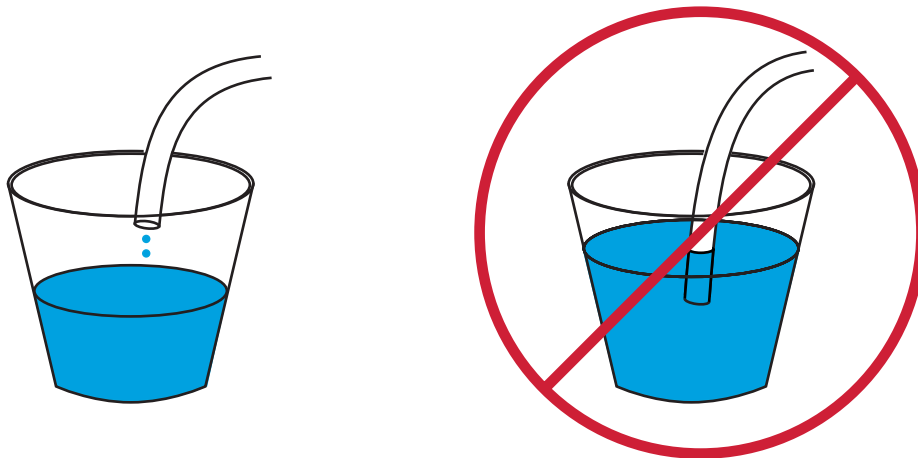

Figura 30. Tubo di gocciolamento correttamente appeso (a sinistra) e sommerso erroneamente (a destra)
- L'estremità aperta del tubo non sia immersa nel contenitore di drenaggio (**Figura 30**, "Tubo di gocciolamento correttamente appeso (a sinistra) e sommerso erroneamente (a destra)," a pagina 62).